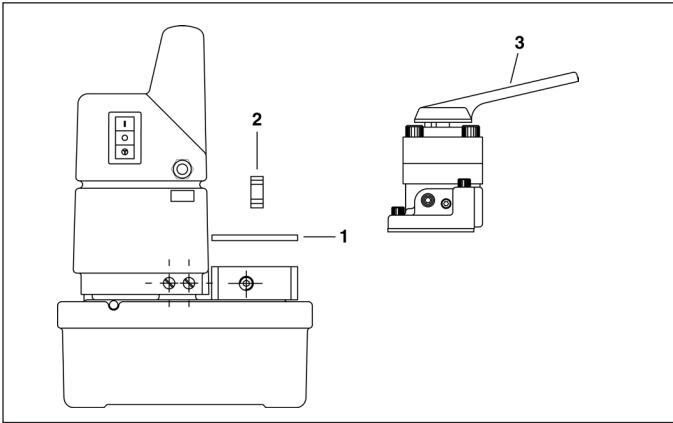

Figura 5
4.2 Secuencia de montaje (Figura 5)